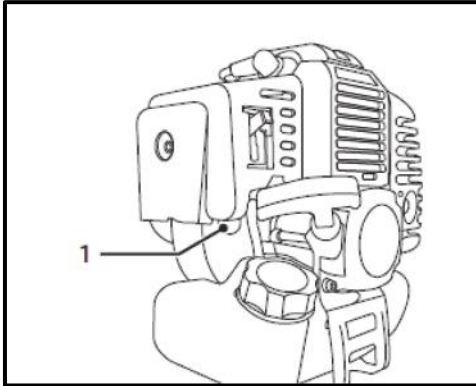

Рис. 22
- Натисніть декілька разів на праймер (1) (Рис. 22). Під час натискання крізь гумовий ковпачок праймера повинна проглядатися паливна суміш, що підкачується. Якщо паливна суміш не заповнила гумовий ковпачок, слід натиснути на нього ще кілька разів.